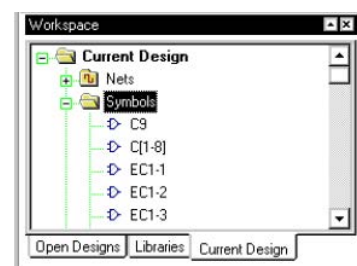

Рис. 18. Список использованных в проекте компонентов.
14. Выполним щелчок левой кнопкой мыши на значке + возле папки Symbols. Раскроется список компонентов, использованных в нашем проекте (рис. 18).